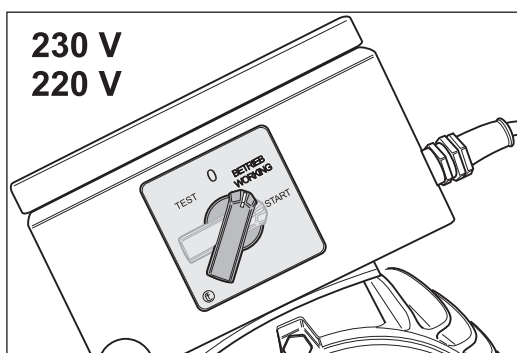

Abb. 18 Nachdem der Motor seine Betriebsdrehzahl erreicht hat, den Schalterknopf loslassen. Er nimmt automatisch die Position -BETRIEB (WORKING)- ein.
- 3 Nachdem der Motor seine Betriebsdrehzahl erreicht hat, lassen Sie den Schalterknopf los. Er nimmt automatisch die Position -BETRIEB (WORKING)- ein (Abb. 18).